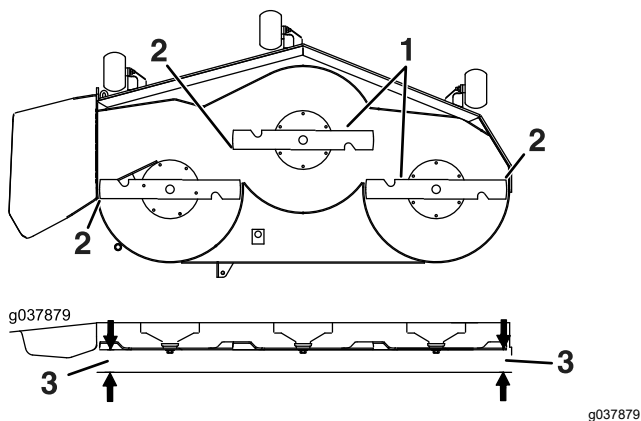

Figure 88
6. Mesurez la distance entre la pointe des lames et le sol plat (Figure 88). Si les deux mesures diffèrent de plus de 5 mm (3/16 po), ajustez l'horizontalité des lames; poursuivez cette procédure.
14. Tournez prudemment les lames pour qu'elles soient parallèles dans le sens transversal (Figure 88).